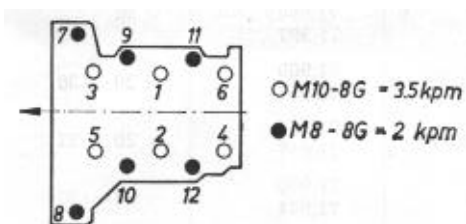

Bild M 33. Kurbelgehäuse-Anzugsplan
9. Die Dichtflächen der Gehäusehälften sowie die Auflagen der Lagerringe sind gut zu säubern und dünn mit farblosem Nitrolack zu bestreichen. Es ist zu beachten, daß der Lack nur in der Mitte der Flächen aufgetragen wird, wodurch das Heraustreten des Lackes beim Zusammenschrauben vermieden werden soll. Die Schrauben sind vor dem Einsetzen mit Öl zu benetzen. Unsaubere oder verdrückte Gewindebohrungen sind mit einem Schneidbohrer nachzuschneiden. Die Schrauben sind mit einem Drehmomentschlüssel anzuziehen (Bild M 33).